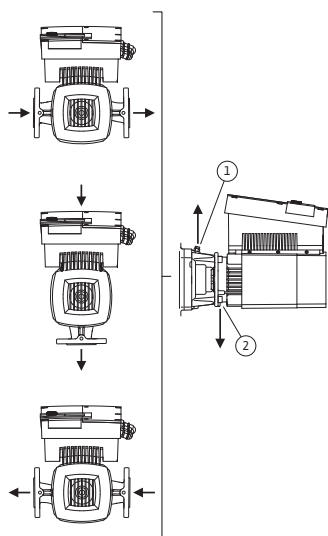

Fig. 23: Прийнятні монтажні положення з горизонтальним розташуванням вала двигуна
Прийнятні монтажні положення з горизонтальним розташуванням вала двигуна і електронного модуля наверх (0°) представлено на Fig. 23. На малюнку не зображено прийнятні монтажні положення з боковим розташуванням електронного модуля ($\pm 90^\circ$). Прийнятним є будь-яке монтажне положення крім такого, коли електронний модуль розташовано донизу (-180°). Видалення повітря з насоса гарантовано лише тоді, коли вентиляційний клапан звернено вгору (Fig. 23, п. 1). Тільки за такого розташування (0°) конденсат, що утворюється, виходить через спеціальний отвір, ліхтар насоса і двигун (Fig. 23, п. 2).
- За горизонтального розташування вала двигуна отвір для конденсату має обов'язково бути звернений донизу (Fig. 23, п. 2). За необхідності двигун слід відповідно повернути.